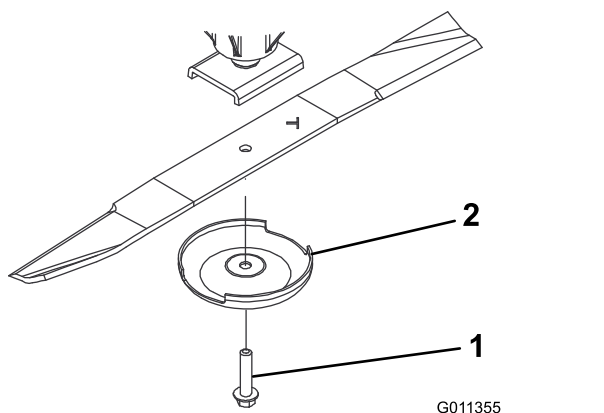

Figura 83
2. Sujete el extremo de la cuchilla usando un paño o un guante grueso. Retire del eje de la cuchilla el perno de la cuchilla, el protector de césped y la cuchilla (Figura 83).
3. Instale la cuchilla, con la vela hacia la carcasa de corte, con el protector de césped y el perno de la cuchilla (Figura 83). Apriete el perno de la cuchilla a 115-149 N·m.